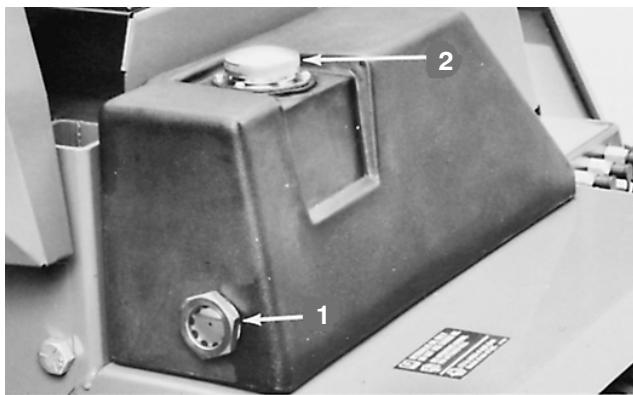
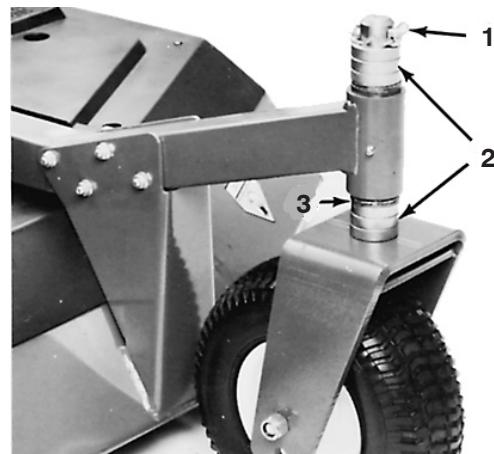

Bild 9
Bild 13
1. Prüfen Sie den Flüssigkeitsstand täglich durch das Sichtfenster hinten am Hydraulikbehälter (Bild 9). Bei kaltem Öl sollte der Stand etwas unter der Mitte liegen, bei warmem Öl sollte der Stand in der Mitte des Sichtfensters liegen.
| 2. Füllen Sie bei niedrigem Ölstand Hydrauliköl in den Behälter (Bild 9). Weitere Informationen finden Sie unter „Warten der Hydraulikanlage“ auf Seite 48. | |
4. Nehmen Sie an allen anderen Laufrädern den Klappstecker aus den Laufradgabelwellen heraus (Bild 13). Nehmen Sie die Laufradwelle und die Distanzstücke von den Laufradarmen (Bild 13). Setzen Sie die Distanzstücke auf die Laufradspindel, sodass Sie die gewünschte Schnitthöheinstellung erzielen. Montieren Sie dann die Laufradwelle am Arm (Bild 9). Setzen Sie die restlichen Distanzstücke auf die Welle und befestigen Sie alles mit dem Klappstecker (Bild 13).